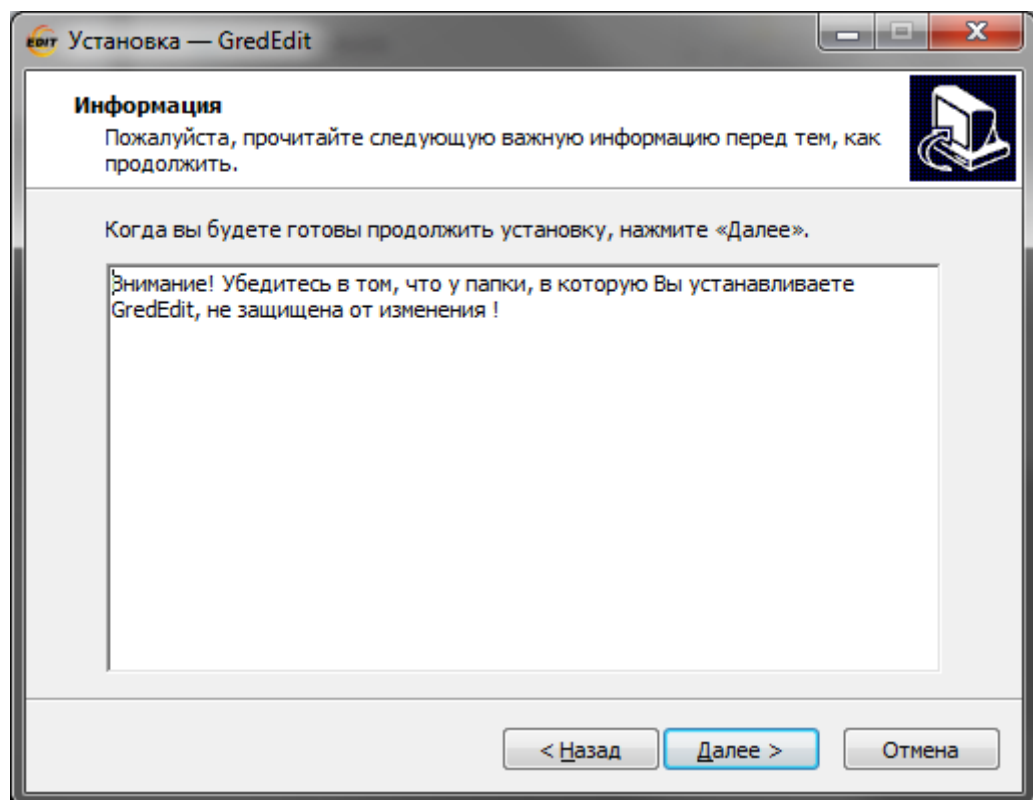

Рисунок 3.4 – Окно «Информация»
3. В окне «**Информация**» ознакомиться с дополнительными данными о настройках необходимых для корректной установки редактора (Рисунок 3.4).